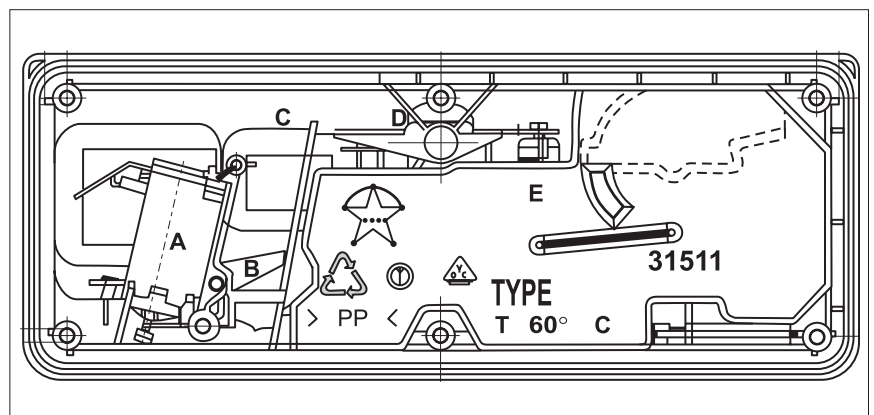

Рис. 4. Распределитель моющего средства
- На рис. 4 более подробно показано устройство распределителя моющего средства, где: